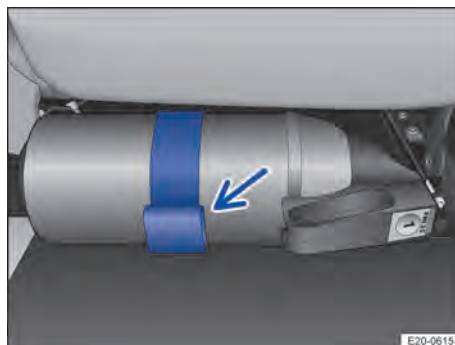

Abb. 50 Unter dem Beifahrersitz: Halterung mit Feuerlöscher (Prinzipdarstellung).
1. Lasche an der Halterung öffnen und Feuerlöscher entnehmen → Abb. 50 (Pfeil).